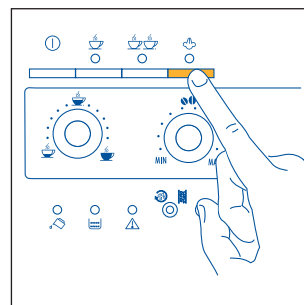
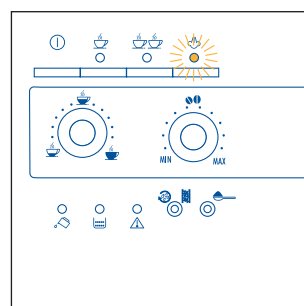

Рис. 21
Рис. 22
- Нажмите кнопку подачи пара, рис. 21. Индикатор ☞ рис. 22, начнет мигать, указывая, что кофеварка разогревается.